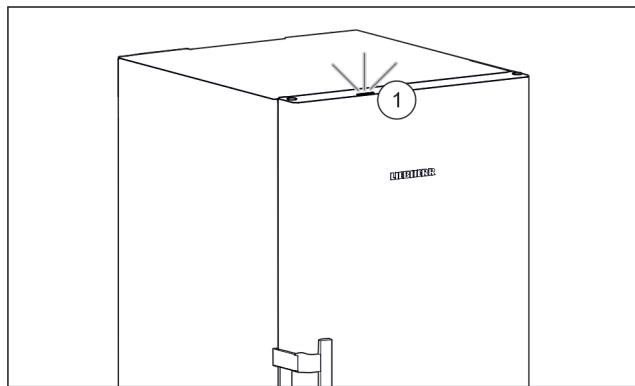

Fig. 51 Aktiivne olekutuli suletud ukse korral
- ▷ Olekutuli Fig. 51 (1) on aktiveeritud.